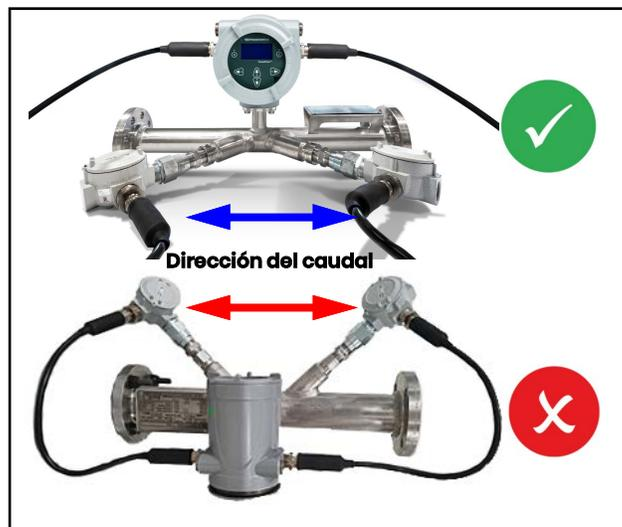

Figura 10: Orientaciones buenas y malas del caudalímetro/transductor en tuberías horizontales
- Sitúe los transductores en un plano axial común a lo largo de la tubería. Además, ubíquelos en el lateral de la tubería en lugar de en la parte superior o inferior, porque la parte superior de la tubería tiende a acumular gas y la parte inferior tiende a acumular sedimentos. Cualquiera de estas condiciones provocará una atenuación no deseada de las señales ultrasónicas. No existe una restricción similar con tuberías verticales, siempre que el flujo de fluido sea ascendente para evitar la caída libre del fluido o una tubería menos que llena (véase *Figura 10* más abajo).